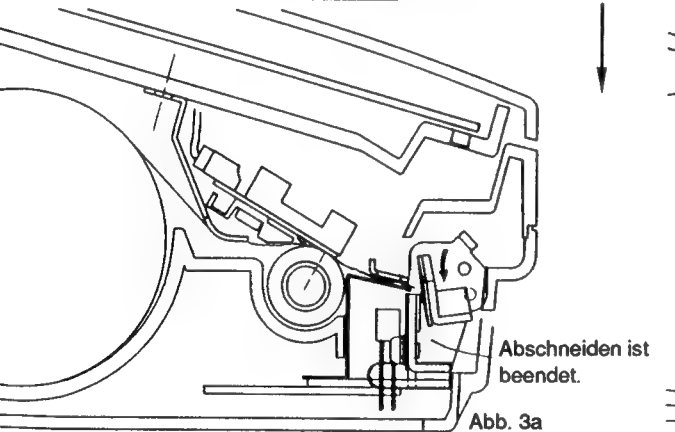

Abb. 3a
- (3) Das Abscheider-Antriebszahnrad dreht sich weiter, wobei die Abscheiderklinge noch weiter abgesenkt wird. Das Aufzeichnungspapier wird dementsprechend abgeschnitten. (Abb. 3a, 3b)